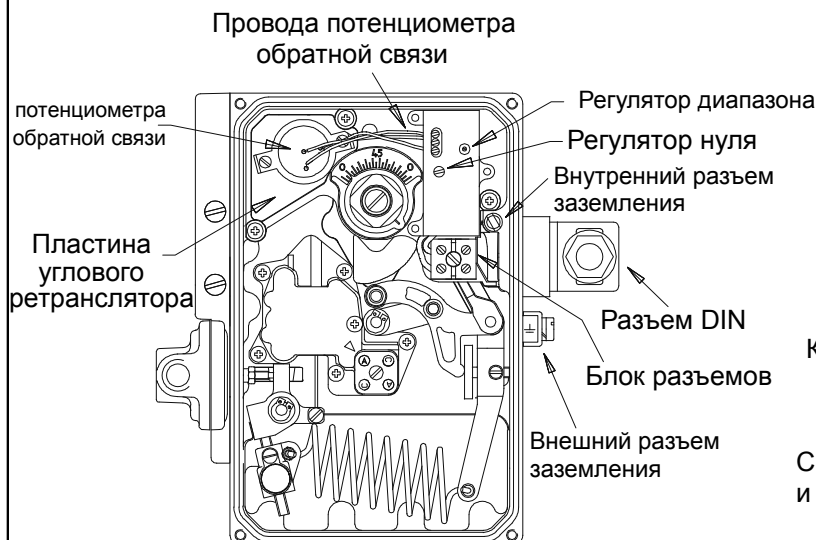

РИСУНОК 7. УГЛОВОЙ РЕТРАНСЛЯТОР
6.3 Регулировка нуля и диапазона (смотрите Рисунок 7).